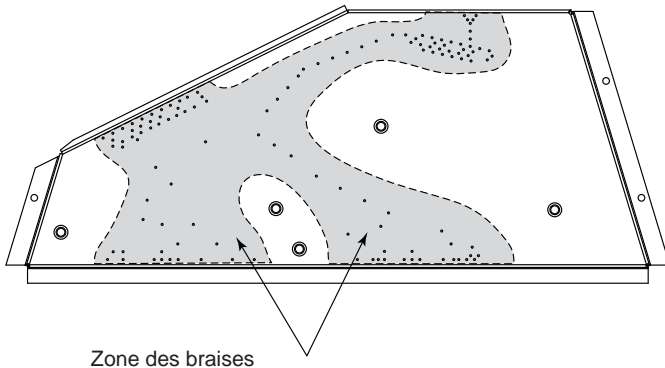

Figure 22 - Zone des braises
1. Émiettez la laine de roche (matériau de braise) et disposez-la de façon uniforme comme illustré. L'épaisseur de la couche recouvrant tous les orifices ronds du brûleur ne devrait pas dépasser 25 mm (1 po). Reportez-vous à la figure 22.